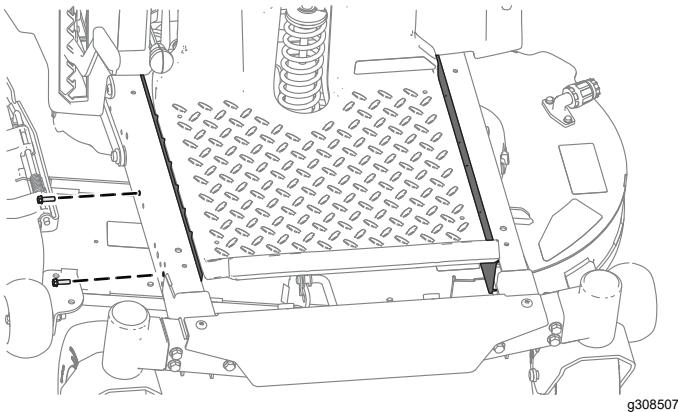

Figura 3
2. Uklonite štitnike sa obe strane rama (Figura 3).
- Pričvrstite štitnike za ram pomoću zavrtnjeva uklonjenih u odeljku 2 Uklanjanje štitnika (Pagină 5) kao što je prikazano na Figura 3.